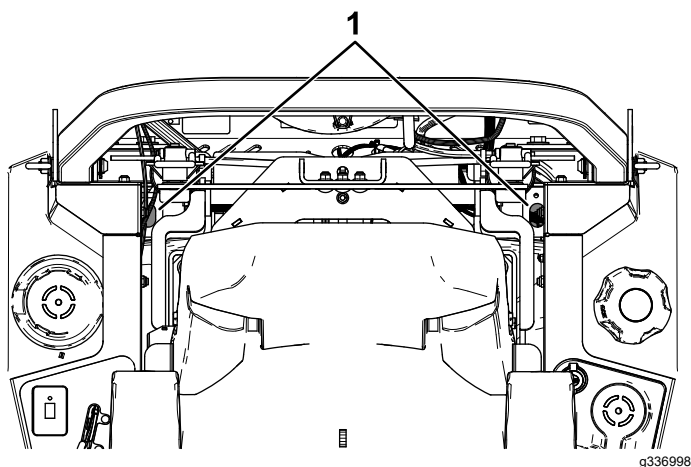

Figura 86
- **Transmisiones hidrostáticas ZT 4400:** utilice una extensión y una llave de vaso de 7/16" para acceder al tapón de ventilación desde la parte superior de la máquina a través de los orificios situados cerca de los soportes de la barra antivuelco (Figura 86).